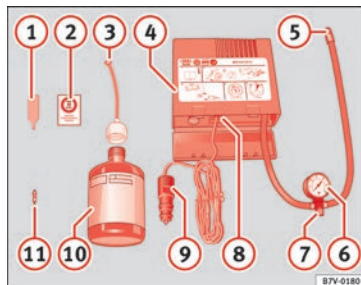

Fig. 162 Representación estándar: contenido del kit antipinchazos.
El kit antipinchazos se encuentra en el compartimento del maletero bajo el revestimiento del suelo. Incluye los siguientes componentes » fig. 162:
- Desenrosque el obús de válvula del neumático con el correspondiente útil » fig. 162 ① y colóquelo sobre una superficie limpia.
- Agite enérgicamente la botella de sellante de neumáticos » fig. 162 ⑩ durante unos segundos.
- Enrosque el tubo de inflado » fig. 162 ③ fijamente en la botella de sellante girándolo en el sentido de las agujas del reloj. El precinto de la boca de la botella se traspasa automáticamente.
- Retire el tapón del tubo de llenado » fig. 162 ③ y enrosque el extremo abierto del tubo en la válvula del neumático.
- Vuelva a enroscar el obús de válvula con el correspondiente útil » fig. 162 ① en la válvula del neumático.
- Enrosque fijamente el tubo de inflado del neumático » fig. 162 ⑤ del compresor en la válvula del neumático.
- Compruebe si el tornillo de evacuación de aire » fig. 162 ⑦ está cerrado.
- Acople el conector » fig. 162 ⑨ a una toma de corriente de 12 voltios del vehículo » pág. 105.
- Conecte el compresor de aire con el conmutador ON/OFF » fig. 162 ⑧.
- Mantenga el compresor de aire en marcha hasta alcanzar de 2,0 a 2,5 bar (29-36 psi/200-250 kPa) » ⚠. **Tiempo máximo de funcionamiento 8 minutos** » ①.
Vuelva a enroscar el tubo de inflado » » » fig. 162 ⑤ y compruebe la presión en el manómetro ⑥.